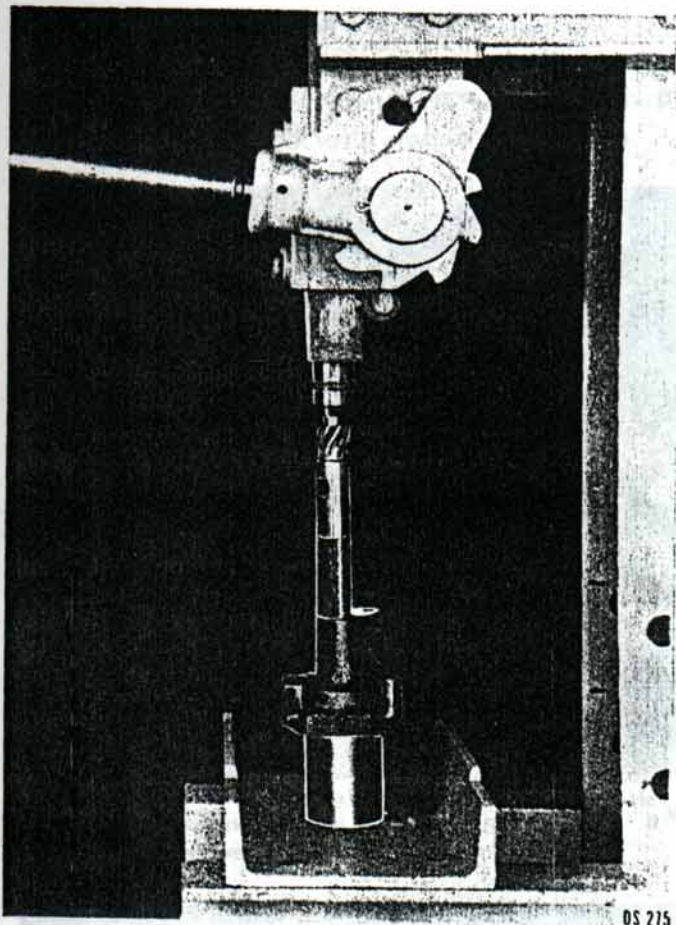

Fig. 134. — Extracción del eje de mando de la bomba de aceite.
- 6) Usando una prensa sacar el eje de mando (Fig. 134), con lo cual quedará liberado el engranaje helicoidal de mando del eje.